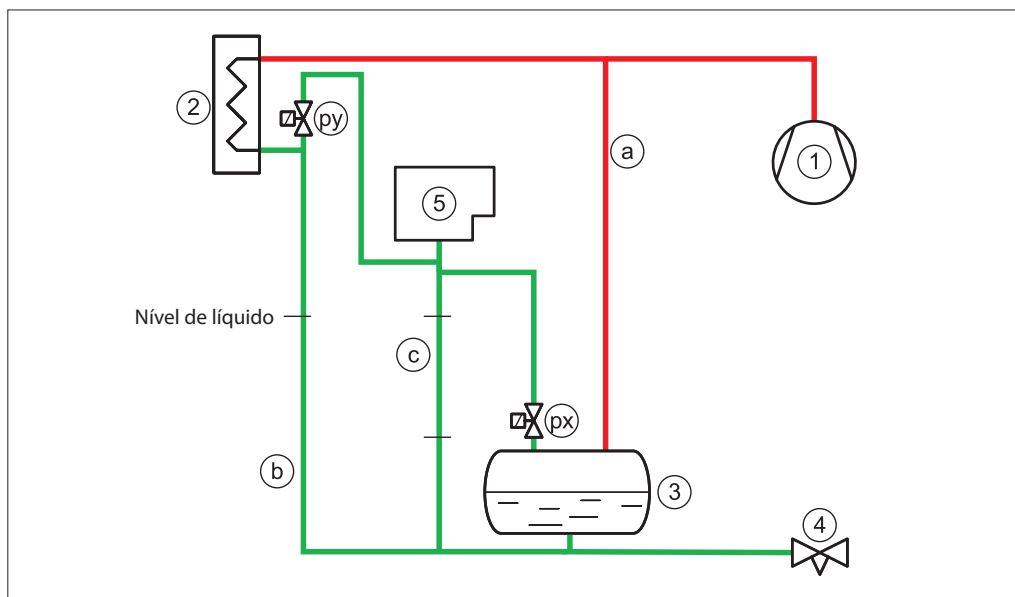
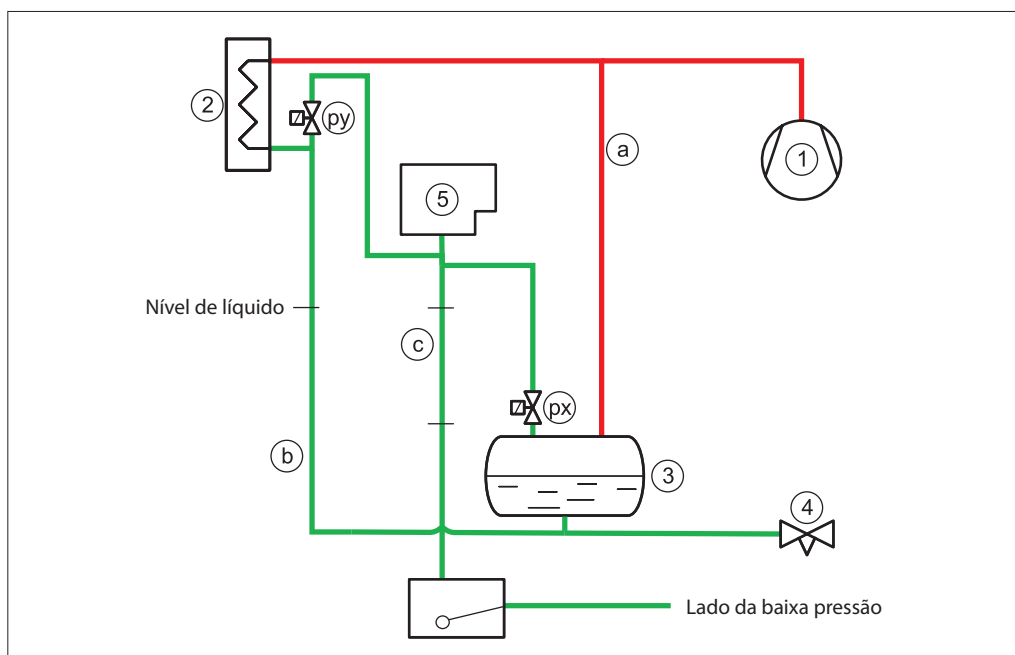

Fig. 6 Conexões do purgador (px) e (py). A tubulação de drenagem (c) precisa estar na vertical/em declive
Fig. 7 Conexões do purgador (px) e (py). A tubulação de drenagem (c) precisa estar na vertical/em declive
(Consulte a Fig. 6 e a Fig. 7)
Como opção, a drenagem de líquido do purgador de ar pode ser realizada com eficácia por meio de uma boia de alta pressão (6) para o lado da baixa pressão (consulte a Fig. 7).